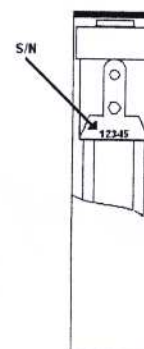

Fig. 2
1. Número de identificación impreso en el cuerpo del martillo (Fig. 2)